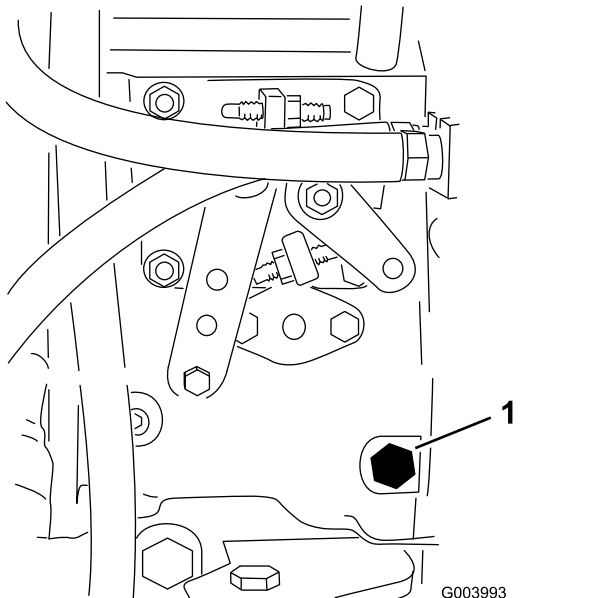

Рисунок 36
- С помощью динамометрического ключа 12 мм выверните винт для продувки из топливного насоса (Рисунок 36).